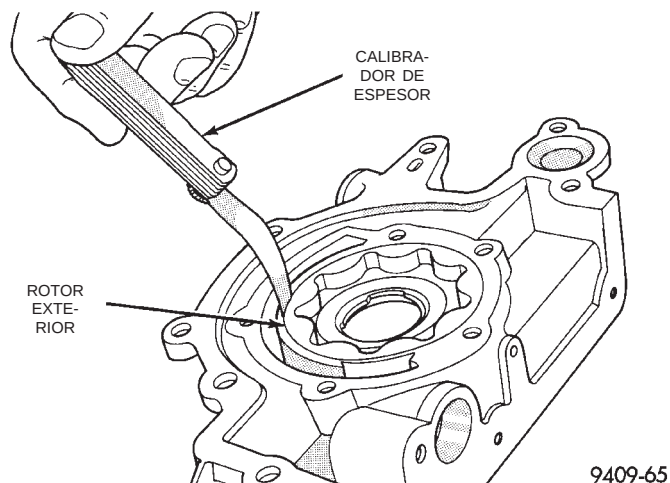

Fig. 128 Medición de la luz del rotor exterior en la caja
(5) Calce el rotor exterior en la caja de la bomba, presione hacia un lado con la mano y mida la luz entre el rotor y la caja (Fig. 128). Si la medición es de 0,39 mm (0,015 pulg.) o mayor, reemplace la caja sólo si el rotor exterior está dentro de la especificación.